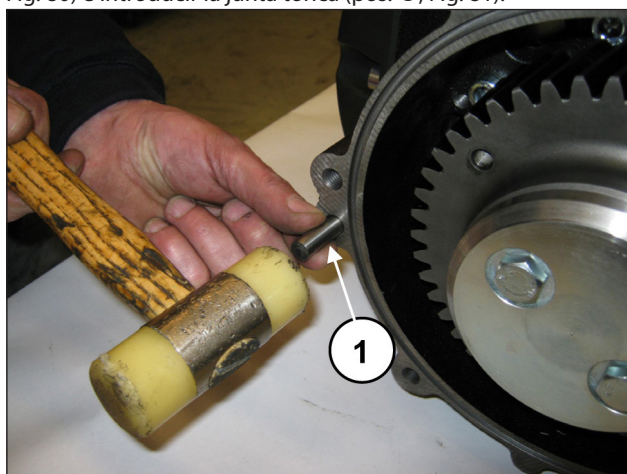
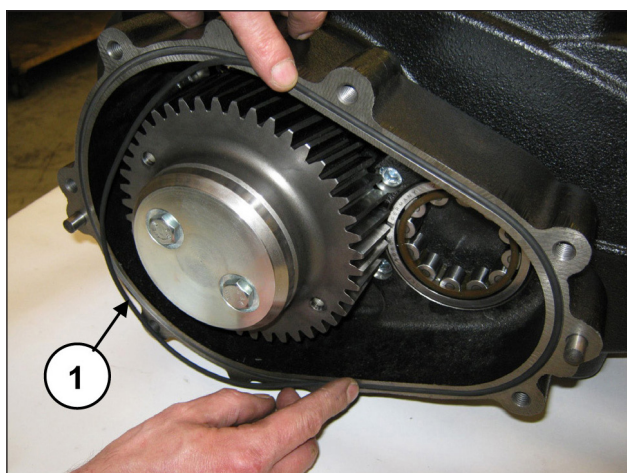

Fig. 80
Fig. 81
Colocar las 2 clavijas Ø10x24 a la caja del reductor (pos. ①, Fig. 80) e introducir la junta tórica (pos. ①, Fig. 81).